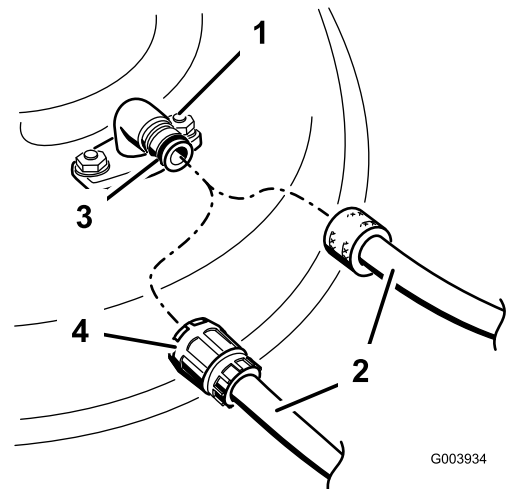

Figure 74
3. Branchez le raccord du tuyau au raccord de lavage du plateau de coupe et ouvrez l'eau en grand (Figure 74).